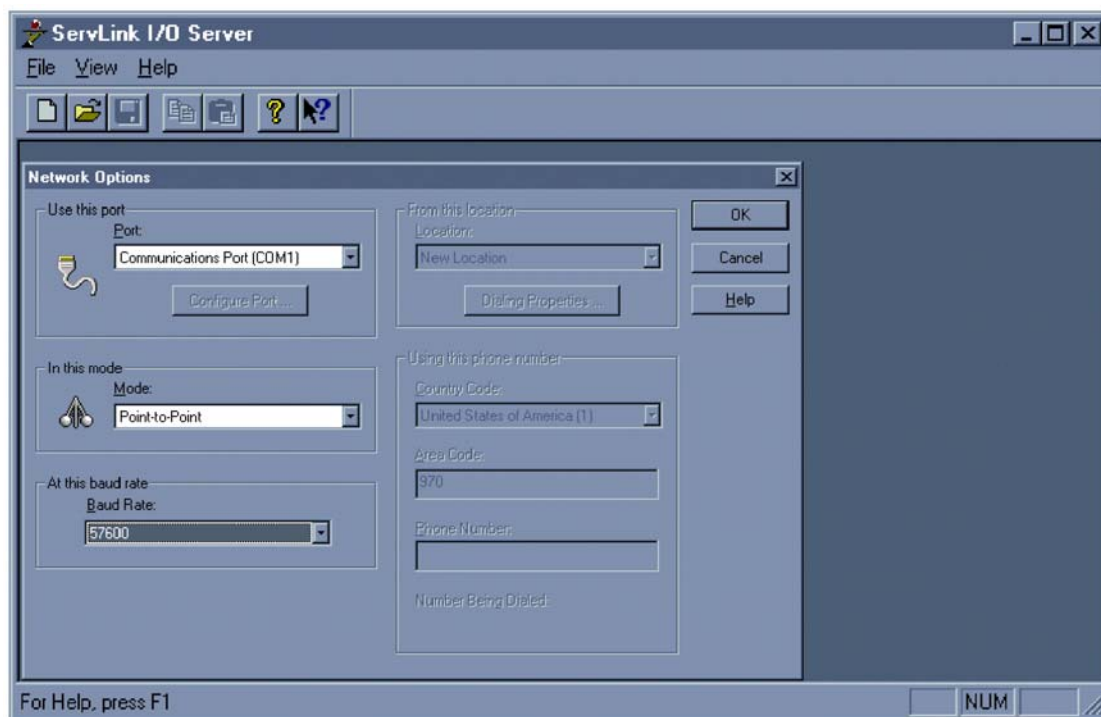

図4-1. ServLinkの画面
- 使用している設定用 PC の ServLink プログラムを起動します。そして、PC が使用する通信ポートやボーレイトを選択します。通信のモードは、ポイント・ツー・ポイントです。図 4-1 を参照の事。